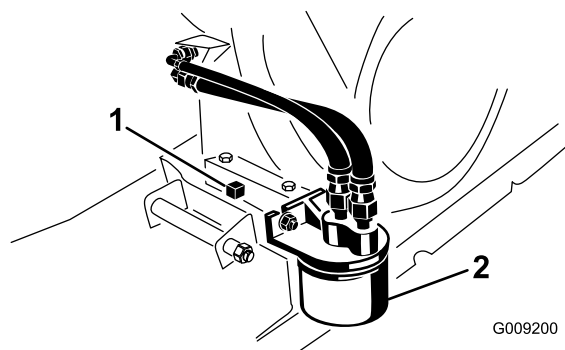

Figura 29
5. Togliete il tappo di spurgo (Figura 29) e lasciate defluire l'olio in una bacinella. Quando l'olio cessa di defluire, rimontate il tappo.
2. Togliete il vecchio filtro dell'olio (Figura 29).